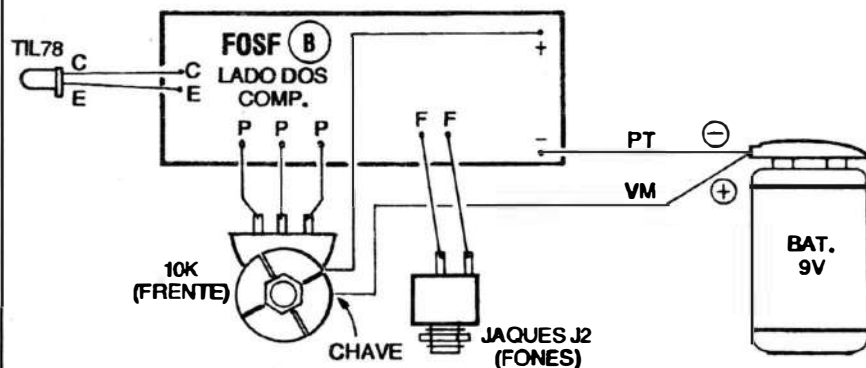

Fig.9
- FIG. 9 - CONEXÕES EXTERNAS À PLACA (RECEPTOR -B) - Agora é vista a plaquinha do RECEPTOR do FOSF, também pela sua face não cobreada, com ênfase para as ligações externas e periféricas... Atenção à identificação dos terminais de **coletor (C)** e **emissor (E)** do foto-transistor, com relação aos respectivos pontos de conexão à placa... Observar ainda que embora o TIL78 seja mostrado *deitado* (apenas para efeito de facilitar a interpretação e identificação das ligações...) sobre a placa, na verdade o componente deve ficar *em pé*, perpendicular à placa, podendo suas *pernas* serem um pouco encurtadas na inserção/soldagem, de modo a adequar as dimensões às medidas do *container* (explicações mais adiante, junto à FIG. 11). Quanto ao potenciômetro, notar que as conexões são mostradas (aos pontos P-P-P) com o componente visto pela frente (olhando-se a peça pelo eixo...). As ligações ao jaque J2 (estéreo ou mono - ver detalhamentos na FIG. 11) não são polarizadas, uma vez que a saída em contra-fase do circuito em ponte, interno ao integrado TDA7052 não inclui um referencial de *terra* convencional... Atenção também à polaridade da alimentação, sempre lembrando que o **cabinho vermelho** proveniente do *clip* da bateria corresponde ao **positivo**, enquanto que o fio **preto** refere-se ao **negativo**... A chave interruptora incorporada à traseira do potenciômetro deve ser eletricamente intercalada no cabo do positivo (**vermelho**).